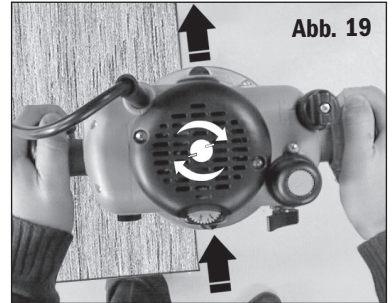

Abb. 19
- Arbeiten Sie immer gegen die Drehrichtung des Fräsers (im Uhrzeigersinn entsprechend den Pfeilen auf der Grundplatte). **Abb. 19**